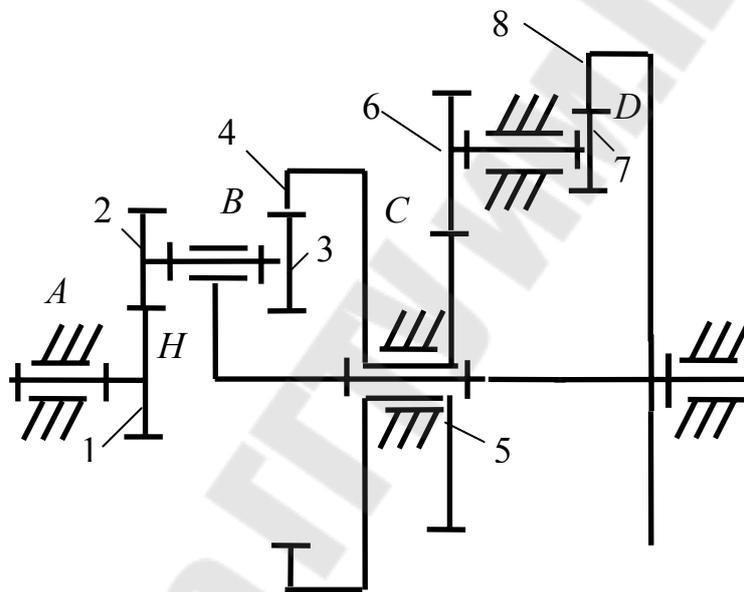

Рис. 3.3
3. Определить угловые скорости звеньев замкнутого дифференциального механизма (рис.3.3), если угловая скорость зубчатого колеса 1 равна  $\omega = 100 \text{ с}^{-1}$ . Исходные данные приведены в табл. 3.3